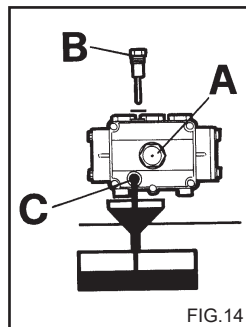

FIG. 14
- 2) De tap met de oliepeilstaaf losschroeven (Fig. 14).